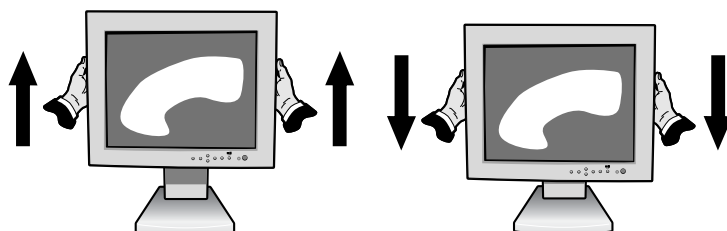

Figure RL.1
Il est possible de lever ou de baisser le moniteur en mode Portrait ou Paysage. Pour lever ou baissez l'écran, placez les mains de chaque côté du moniteur et soulevez ou abaissez à la taille désirée (**Figure RL.1**).
Avant de le tourner l'écran, celui-ci doit être soulevé à sa hauteur maximale afin d'éviter qu'il ne heurte la table ou que vous ne vous coinciez les doigts. Pour lever l'écran, placez les mains de chaque côté du moniteur et soulevez jusqu'à la position la plus élevée (**Figure RL.1**).
2. Placez les mains de chaque côté de moniteur et soulevez jusqu'à la position la plus élevée (Figure RL.1).